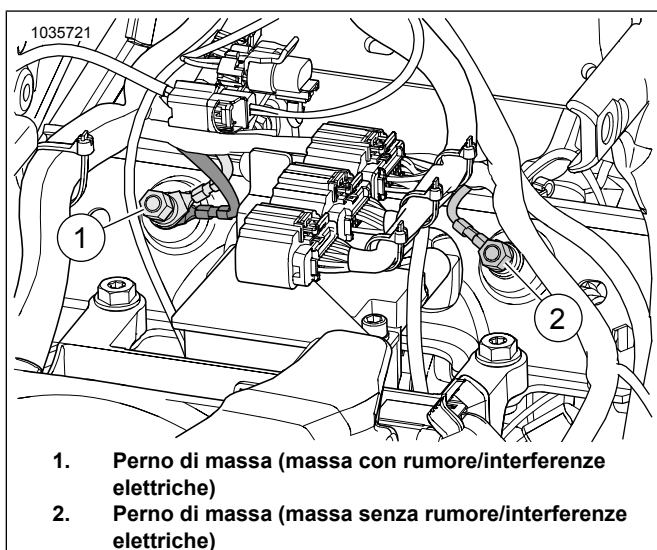

Figura 15. Posizione dei perni di massa della scatola della batteria
Vedere Figura 15. Disporre e collegare il filo di massa dell'ATM al perno di massa pulito (2). Serrare a: